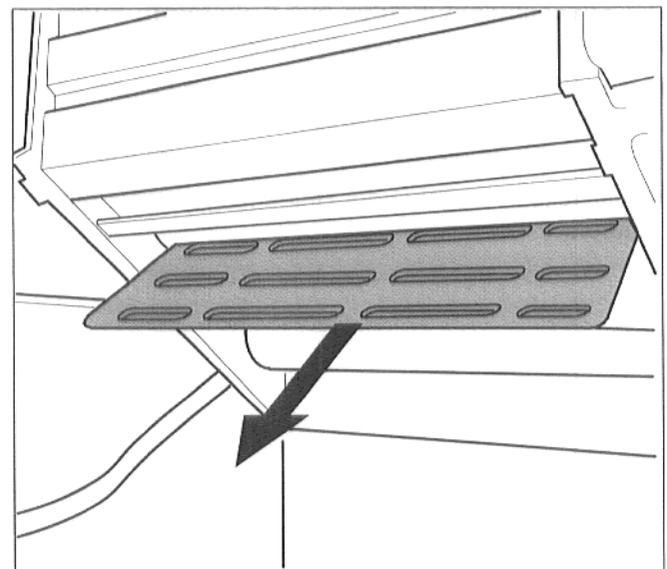

Abb. 35 Luftverteilerplatte
- Luftverteilerplatte herausziehen (Abb. 35).